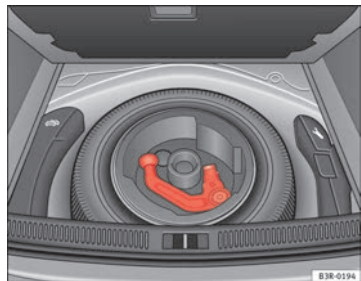

Abb. 155 Gepäckraum:
- Bei Fahrzeugen mit Reserverad ⇒ Abb. 155.